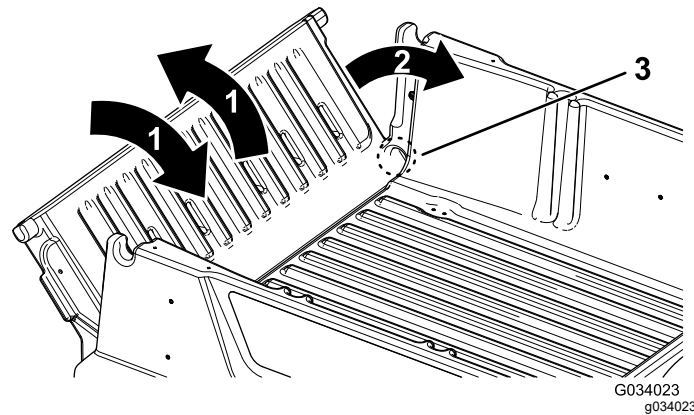

图 17
2. 然后将尾门旋转到大约 45 度的位置图 17。
3. 以短促震动的方式前后旋转尾门几次图 17。